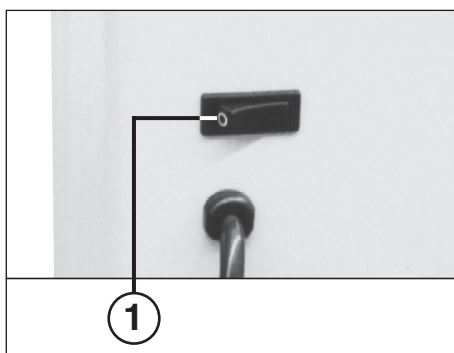

fig. 1
„prêt à fonctionner“ (fig. 1)
Mettez-la en circuit à l'aide du commutateur à bascule (1) (fig. 1).